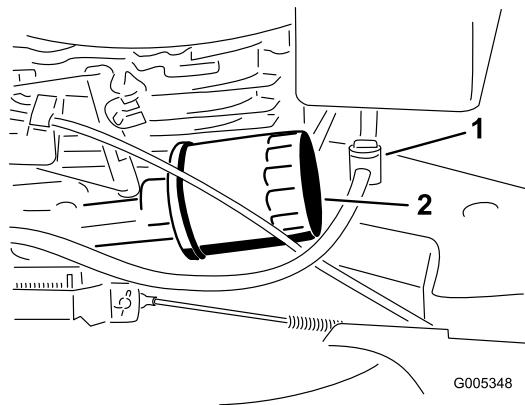

Figure 26
3. Fermez le robinet d'arrivée de carburant (Figure 26).